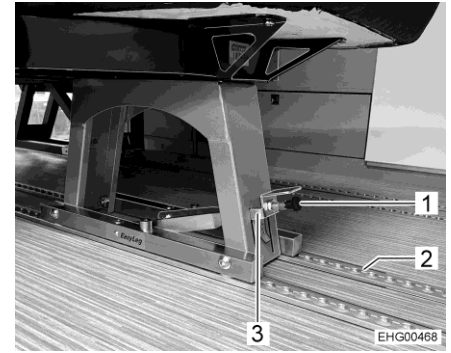

Fig. 4 Asiento individual (dispositivo de bloqueo abierto)
- Cuando el asiento individual / banco de asiento doble esté insertado en el riel (Fig. 4,2) o se ha desplazado a la posición deseada: tirar el tirador negro (Fig. 4,1) hacia delante.
- **Empujar el arco metálico (Fig. 4,3) hacia abajo.**